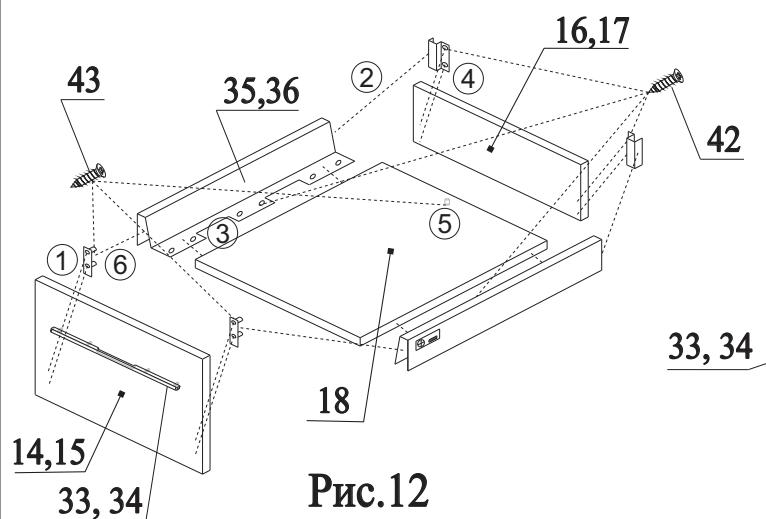

Рис.12
33. Привернуть к детали 14, 15 шурупами 43 держатели боковин из комплекта 35, 36 (1). Соединить боковины и держатели задней стенки из комплекта 35, 36 (2). Соединить деталь 18 с боковинами, закрутить шурупы 42 (3). Прикрутить деталь 16, 17 шурупами 42 к держателям задней стенки (4). Прикрутить деталь 18 к детали 16, 17 шурупом 43 (5). Соединить боковины и детали 14, 15 (6). Более подробная инструкция находится в комплекте 35, 36 (рис.12);
35. Прикрутить ручки 33 к деталям 14 и 15, надев на винты насадное кольцо 34 (рис.12, 13);